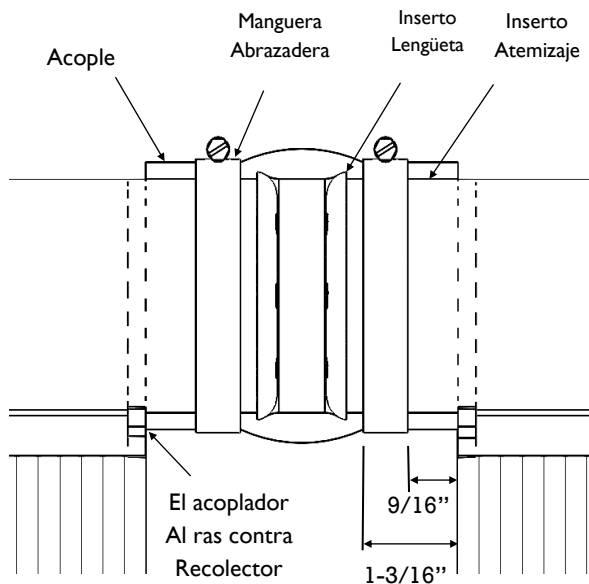

Figura 9 | Acoplamiento de Recolector
Cuando instale los recolectores, preste especial atención a instalar los acopladores hasta el tope contra el inserto del recolector y colocar las abrazaderas de manguera como se indica en la Figura 9 a continuación. Esto reduce en gran medida la necesidad de realizar ajustes en el recolector más adelante.
2. Conecte acopladores de 5" en las inserciones superior e inferior de todas las esquinas del recolector para la plomería de suministro y retorno. Asegúrese de instalar abrazaderas de manguera como se muestra en **Figura 9**.